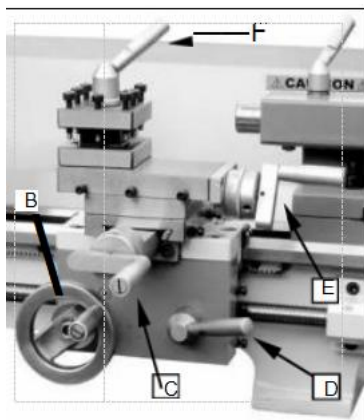

Figure. 11
5. Volant de traversée longitudinale (B, Fig. 11)
6. Levier de traverse transversale (C, Figure. 11)